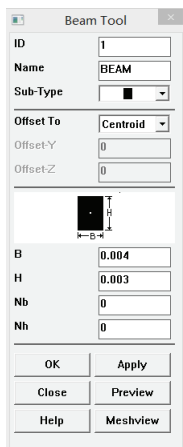

图 4-104 梁单元信息输入对话框
4) 选择 Main Menu | Preprocessor | Sections | Beam | Common Sections 命令, 出现 Beam Tool 对话框。在 ID 输入栏中输入 1, 在 Name 输入栏中输入 BEAM, 在 Sub-Type 下拉菜单中选择矩形梁标志, 在 B 输入栏中输入 0.004, 在 H 输入栏中输入 0.003, 如图 4-104 所示, 单击 OK 按钮关闭该对话框。